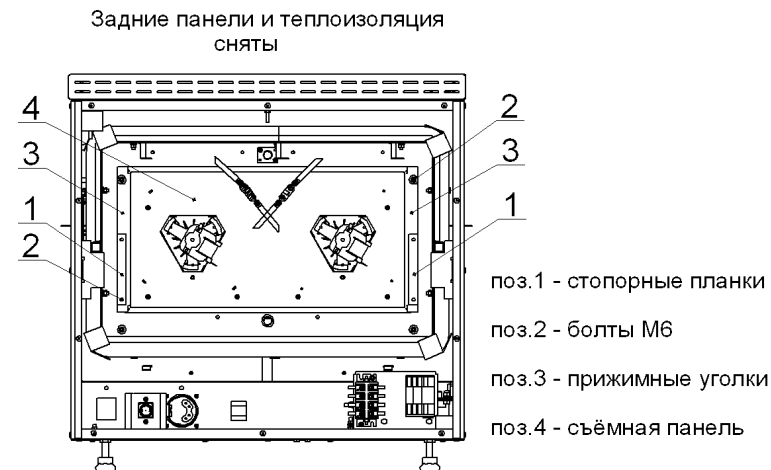

Рис. 7
6. Разогнуть концы стопорных планок (см. рис.7)
7. Вывернуть шесть болтов М6 (головка на 10мм) (см. рис.7)
8. Снять две стопорные планки и два прижимных уголка (см. рис.7)